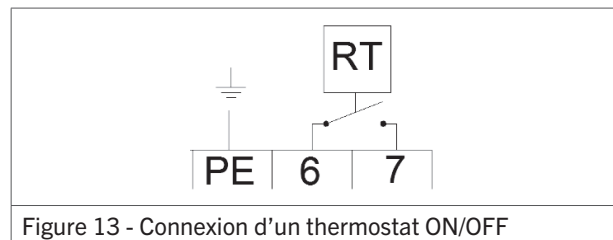

Figure 13 - Connexion d'un thermostat ON/OFF
- Connecter les deux conducteurs du thermostat aux bornes 6 et 7 (voir figure 13 ou schéma de câblage en §11). Cette connexion du signal de thermostat est sous 24 V.